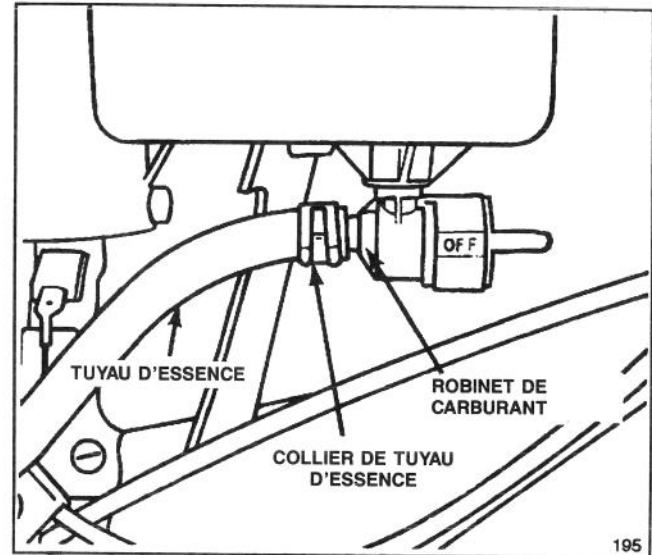

Figure 7
5. Branchez le tuyau d'essence en glissant le collier sur son extrémité et en posant cette extrémité sur le raccord du robinet de carburant (figure 7).